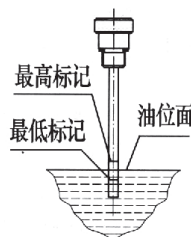

图 24
c. 油位孔为油尺，油的位置必须在油尺的最高标记与最低标记之间（如图 24）。